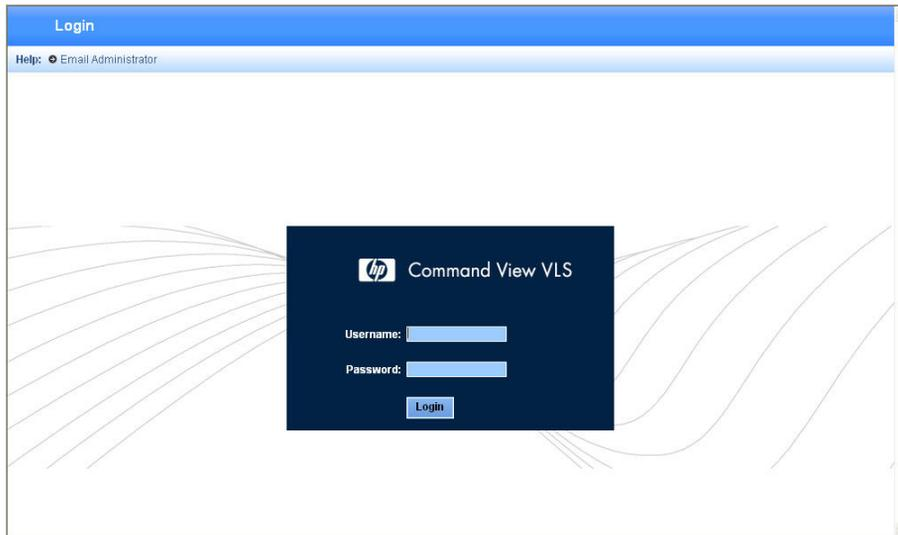

図 33. Command View VLSログイン ウィンドウ
4. administratorまたはuserを[Username]入力ボックスに入力します (図 33)。ユーザー名では大文字と小文字が区別されます。
5. 入力したユーザー名に対応したパスワードを[Password]入力ボックスに入力します (図 33)。